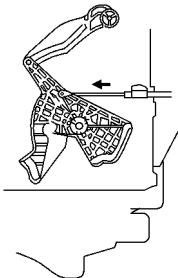

图 19-60 装上控制钢索并锁紧卡夹
(3) 调整方式风挡控制钢索。将方式风挡和方式控制杆设定到“通风 (VENT)”位置，然后装上控制钢索并锁紧卡夹，如图 19-60 所示。